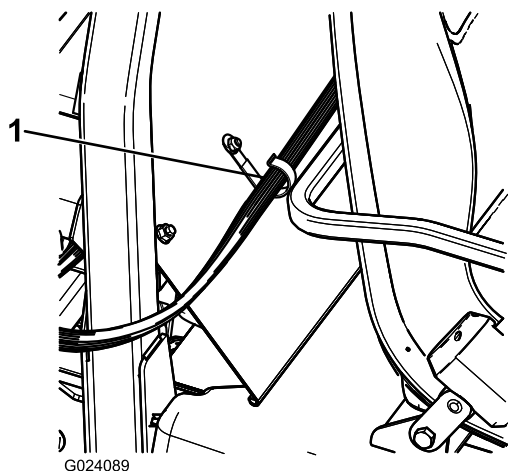

Figura 22
2. Instale una abrazadera en J detrás del asiento del pasajero (Figura 22) mediante un perno ($\frac{1}{4}$ " x $\frac{1}{2}$ ") y una contratuerca con bridas ($\frac{1}{4}$ ").
3. Sujete el arnés de la consola de control a la consola y a la cubierta del ROPS con las abrazaderas en J (Figura 22).